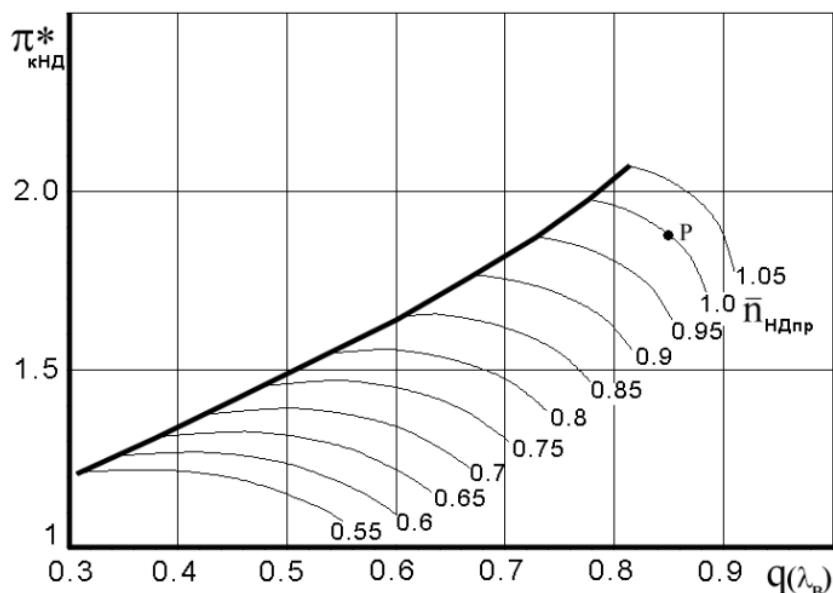

Рис. 2.2. Характеристика КНД
2. Графики характеристик КНД (рис. 2.2) и КВД (рис. 2.3) с нанесенными на них рабочими точками, полученными по результатам расчетов по заданному преподавателем варианту и вариантам других студентов.